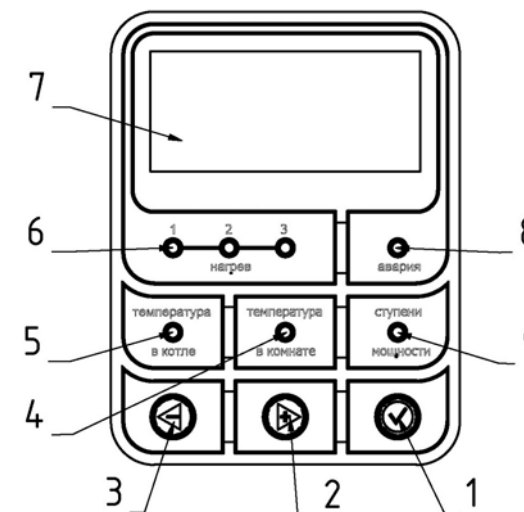

Рис. 5 Панель управления
- ✓ Плата управления (8). Плата анализирует состояние датчика температуры воды, термовыключателя, датчика уровня, датчика температуры воздуха, реле протока (опция). Плата выполняет анализ поступивших сигналов и производит включение или выключение ступеней мощности в зависимости от конкретной ситуации.
- ✓ Плата резервного управления (9), расположена рядом с электронной платой управления и представляет собой планку с разъемами. В случае сбоя в работе платы управления, или выхода ее из строя, до приезда специалистов сервисного центра, прибор можно переключить на работу по механическим датчикам - через плату резервного управления (подробнее см. раздел техническое обслуживание).
- ✓ Плавкий предохранитель (12) предназначен для защиты от короткого замыкания в цепи управления.
- ✓ Набор зажимов (18), предназначена для подключения циркуляционного насоса, стабилизатора напряжения (опция).
- ✓ Автоматические выключатели (13) служат клеммными зажимами, для подключения подводящих фазных проводов L1, L2, L3, а также для защиты от перегрузки по току и аварийного отключения ТЭНов,
4.9. Состояние работы прибора отражается на панели управления (Рис. 5). Панель управления содержит следующие элементы:
- ✓ Дисплей (7) отображает параметры работы прибора.
- ✓ Индикатор «нагрев» (6) показывает, Сколько ступеней мощности (от 1-ой до 3-ей) включено, и работает в данный момент.
- ✓ Индикатор режима отображения температуры теплоносителя в приборе (5)
- ✓ Индикатор режима отображения температуры воздуха в помещении (4)
- ✓ Индикатор режима отображения количества разрешенных для включения ступеней мощности (9)
- ✓ Кнопка уменьшения показаний (3) / прокрутки меню (⇐)
- ✓ Кнопка увеличения показаний (2) / прокрутки меню (⇒)
- ✓ Кнопка выбора (1) / входа в меню (✓)
- 7.11. На дисплей выводиться текущая информация о состоянии прибора. С помощью кнопок на панели управления обозначенных (⊞) и (⊞) (Рис.5) (2),(3), можно изменять отображаемые параметры работы, переключаясь между текущими значениями параметров «температура в котле», «температура в комнате», «ступени мощности», свечение индикаторов (5),(4),(9) указывает на отображаемый в данный момент параметр.
- 7.12. Для изменения уставки отображаемого параметра необходимо нажать на кнопку выбора (✓) (1) (Рис.5), перед цифрой на индикаторе появляется нижний пробел (например: _25), это означает, что прибор перешёл в режим изменения уставки, далее с помощью кнопок (⊞) и (⊞) (2),(3), можно задать требуемую уставку параметра. Для выхода из режима установки необходимо еще раз нажать на кнопку (✓), либо подождать ~ 10 секунд.